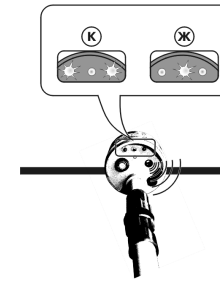

Рис. 4 Режим сигнализации "Напряжение присутствует"
3.3.5. Режим «напряжение присутствует» (см. рис.4) обеспечивается комбинированной светозвуковой сигнализацией наличия высокого напряжения на проверяемом участке электроустановки, при этом световая индикация должна обеспечиваться срабатыванием всех трех светодиодов в режиме чередующихся вспышек (центральный – периферийные светодиоды). Звуковой канал сигнализации обеспечивается акустическим сигналом переменной тональности.